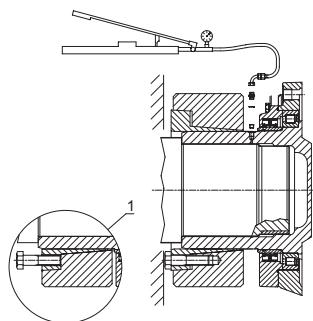

Fig. 5
2) Nel caso gli anelli non si separassero spontaneamente dopo avere allentato le viti, trasferirne alcune nei fori di estrazione dell'anello interno (Fig.5 dettaglio 1) e avitandole, separare quest'ultimo dall'anello esterno.